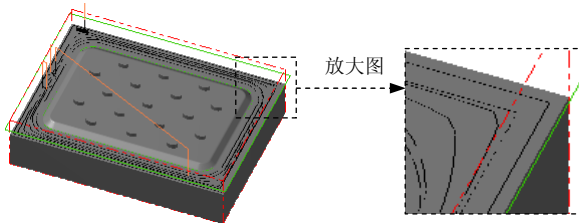

图 25.23 刀具路径
(1) 完成上步操作后,在“2D 刀具路径 - 2D 挖槽”对话框刀具列表中双击该刀具,系统弹出“定义刀具-机床群组-1”对话框。
(2) 设置刀具号码。在“定义刀具-机床群组-1”对话框中的 **刀具号码** 文本框中,将原有的数值改为 5。
(3) 设置刀具的加工参数。单击“定义刀具-机床群组-1”对话框中的 **参数** 选项卡,在 **进给速率** 文本框中输入值 400.0,在 **下刀速率** 文本框中输入值 200.0,在 **提刀速率** 文本框中输入值 500.0,在 **主轴转速** 文本框中输入值 2200.0。
(4) 设置冷却方式。在 **参数** 选项卡中单击 **Coolant...** 按钮,系统弹出“Coolant...”对话框,在 **Flood** (切削液) 下拉列表中选择 **On** 选项。单击该对话框中的  按钮,关闭“Coolant...”对话框。
Step12. 单击“2D 刀具路径 - 2D 挖槽”对话框中的  按钮，完成挖槽加工参数的设置，此时系统将自动生成图 25.23 所示的刀具路径。